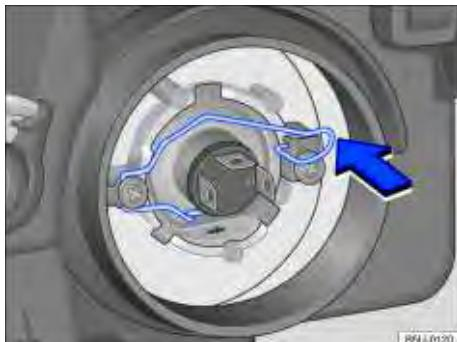

Fig. 172 Mola de travamento da lâmpada incandescente do farol baixo / alto.
5. Comprimir a mola de travamento no sentido da seta ⇒ Fig. 172 e deslocá-la, para destravar a lâmpada.